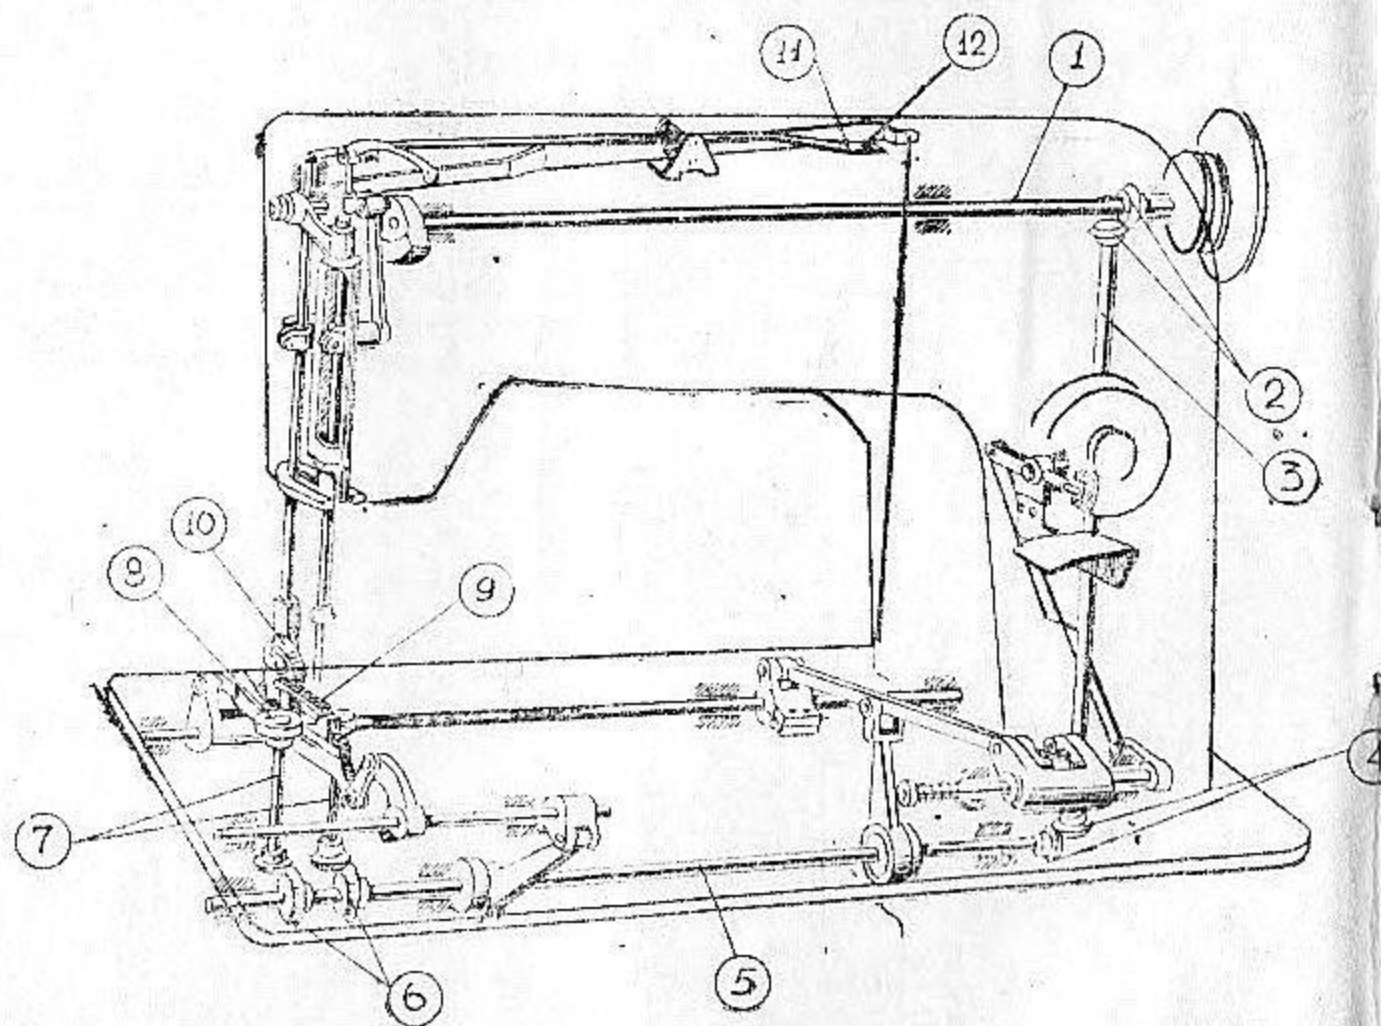

Рис. 1.
5. УСТРОЙСТВО И РАБОТА ИЗДЕЛИЯ (рис. 1)